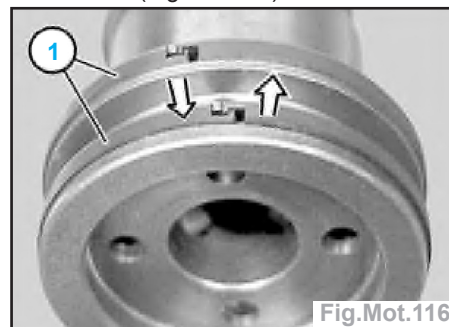

Fig.Mot.116
- Remplacer les segments coup de feu (1) au besoin (Fig.Mot.116).